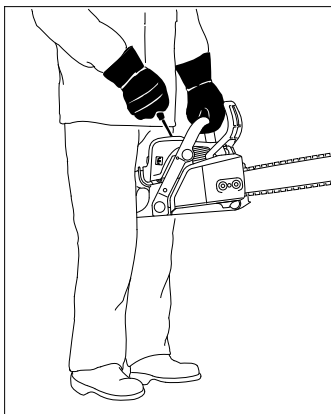

Рис. 46
9.2.2 Между колен или бёдер (рис.46)